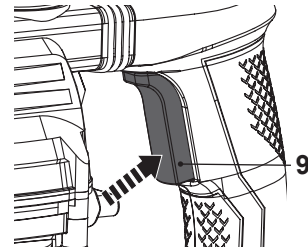

Fig. 6
- > Aperte o interruptor para ligar/desligar (9) para ligar o produto (Fig. 6).
- > Solte o interruptor para ligar/desligar (9) para desligar o produto.